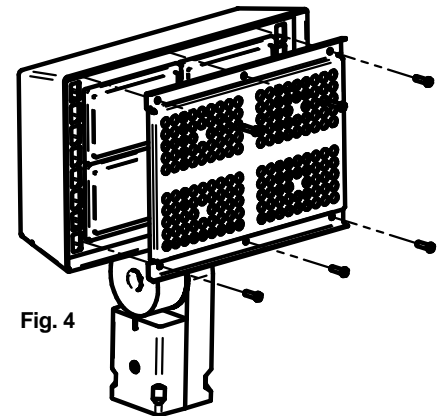

Fig. 4
**Montage du système de déflecteur (voir fig. 4)**
- Placez le système de déflecteur sur les lentilles et percez 6 trous à l'aide d'un foret #24 (0,152" de diamètre), d'une profondeur de 1/2", à travers les trous de montage (Fig. 4). Aucun perçage des trous ne sera nécessaire après le forage.
**Installation du Photocontrol (Voir Fig. 4, 5 et 6)**